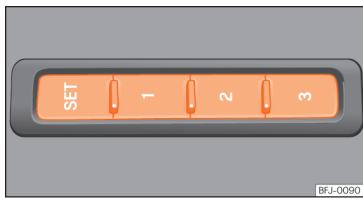

Fig. 101 Pe partea exterioară a scaunului șoferului: butoanele de memorare.
- Apăsăți **SET** mai mult de 1 secundă »» fig. 101.